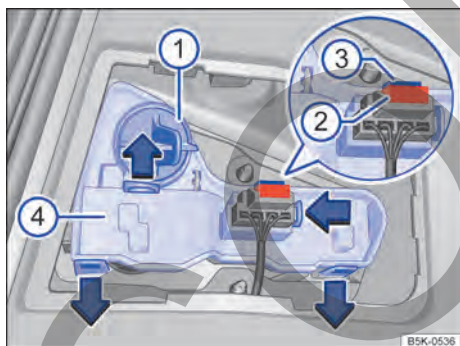

Fig. 167 En el portón del maletero: extraer el portalámparas.
- ④ Gire el portalámparas → fig. 167 ① en el sentido contrario al de las agujas del reloj, hasta el tope, y extráigalo junto con la lámpara hacia atrás.
- ⑤ Sustituya la lámpara averiada por otra nueva del mismo tipo. Coloque el portalámparas ① y gírelo en el sentido de las agujas del reloj hasta el tope.
- ⑥ Extraiga el seguro ②. Presione el bloqueo ③ del conector y desacople el conector.
- ⑦ Desbloquee las pestañas de encastre del portalámparas ④ en el sentido de las flechas y extraiga el portalámparas.
- ⑧ Sustituya la lámpara averiada por otra nueva del mismo tipo.
- ⑨ Coloque de nuevo el portalámparas. Las pestañas de encastre deberán encastrar de forma audible.
- ⑩ Acople el conector al portalámparas y monte la tapa. La tapa tiene que encastrar y quedar bien fijada.
- ⑪ Cierre el portón del maletero → pág. 82.